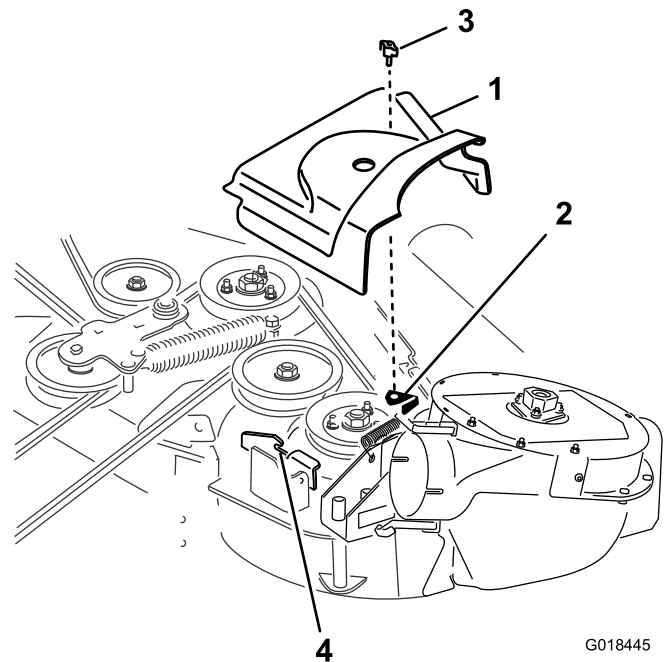

Bild 26
3. Befestigen Sie die neue Riemenabdeckung so, dass die Kerben an beiden Seiten der Abdeckung über die Stützen der Riemenabdeckung gehen und verriegeln sie (Bild 26).
4. Befestigen Sie die neue Riemenabdeckung am Mähwerk, indem Sie das Abdeckungshandrad vom Gebläse und Antrieb durch die Abdeckung stecken und in die Riemenabdeckungsstütze schrauben (Bild 26).